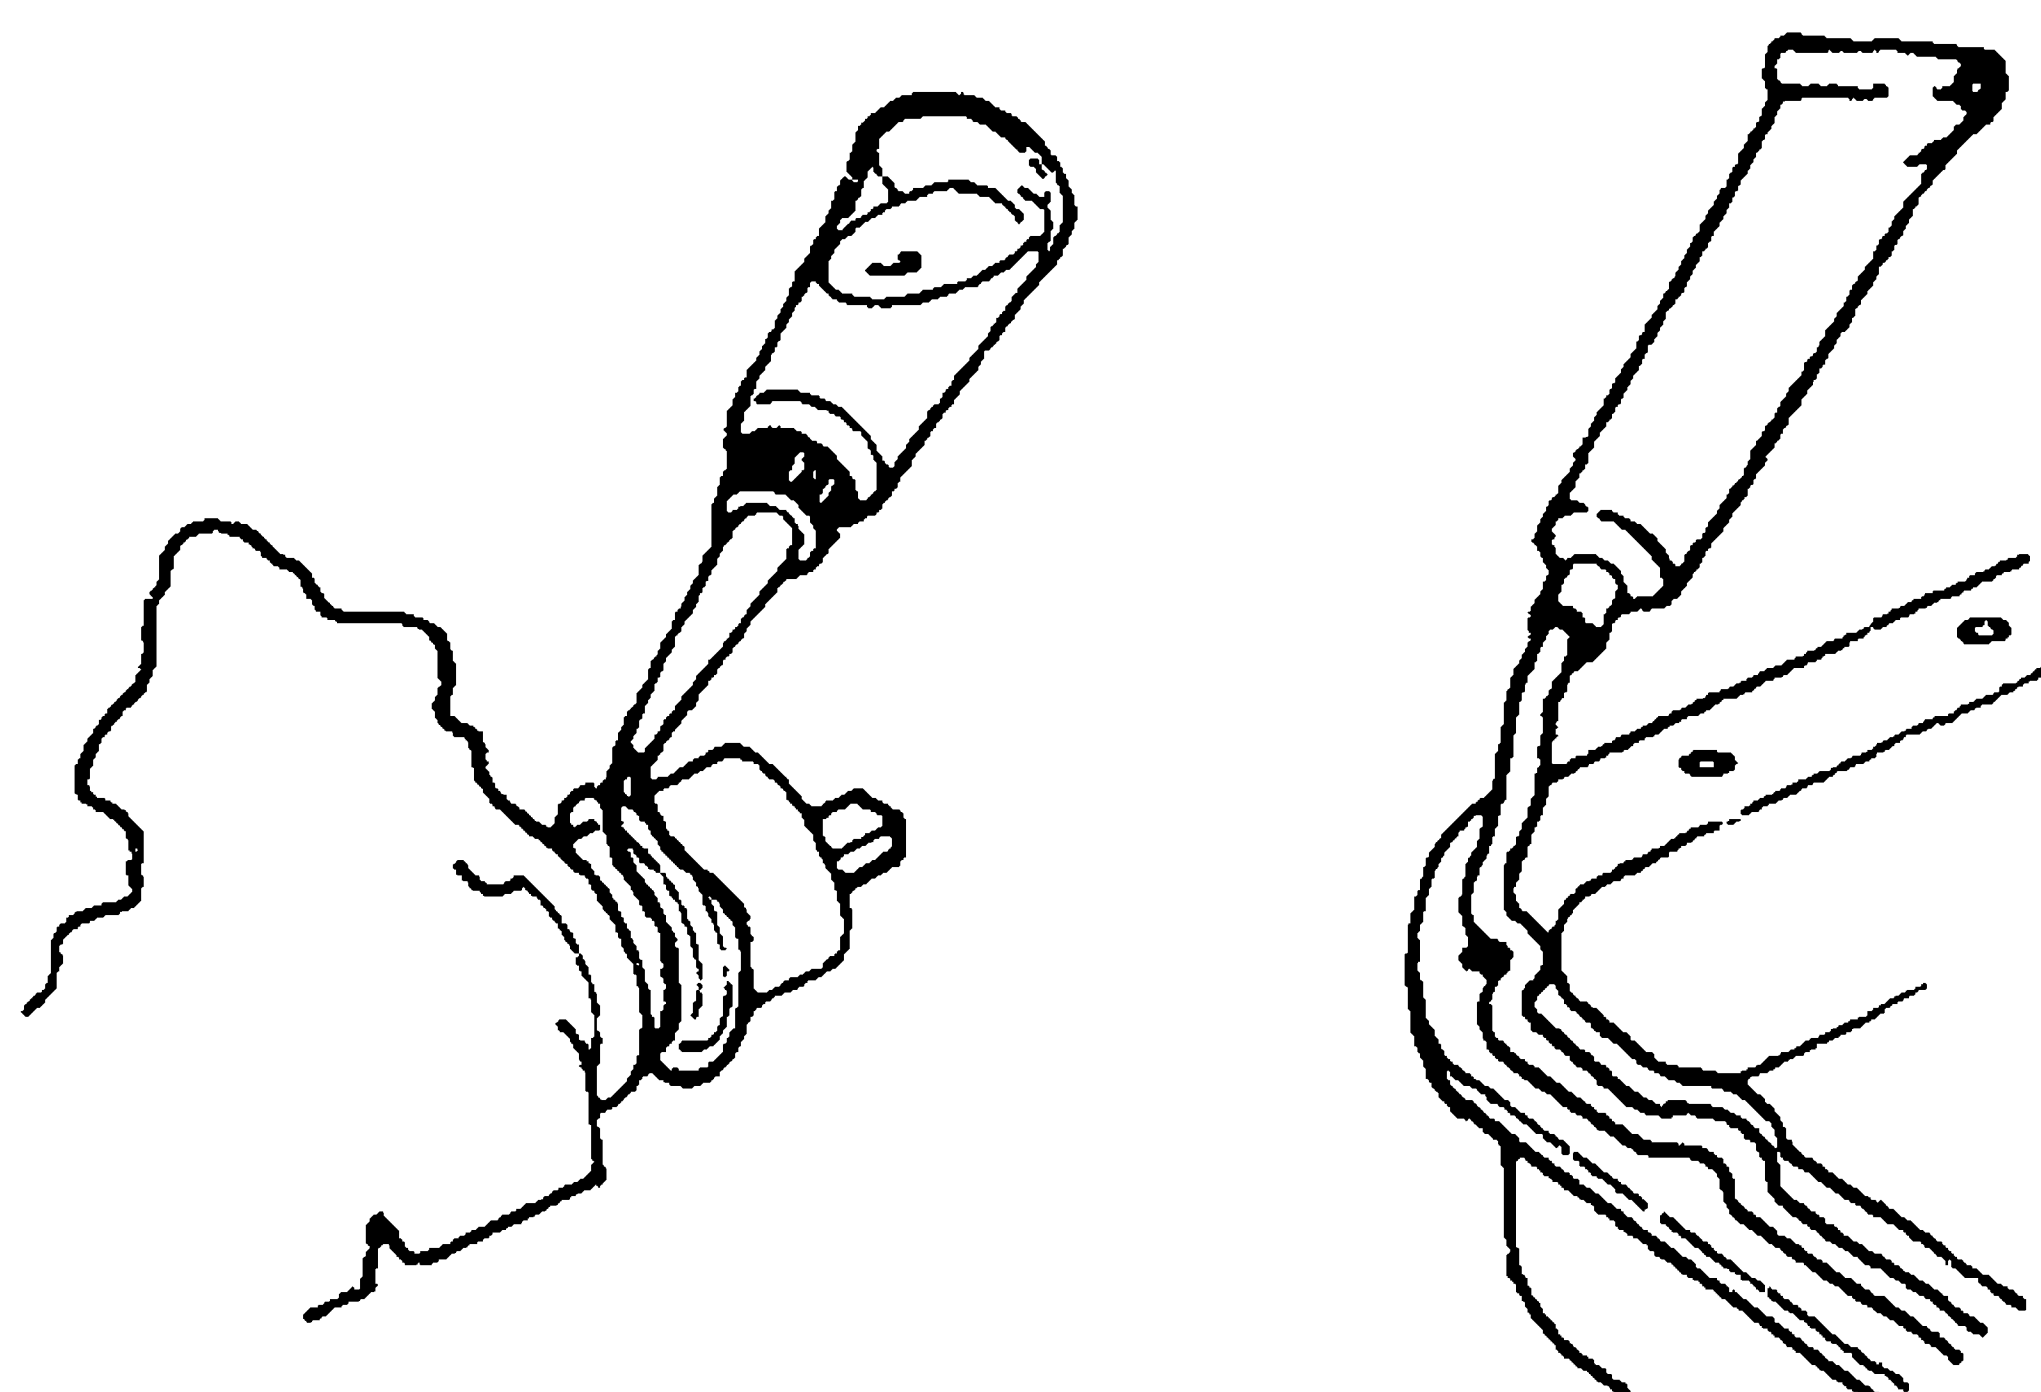
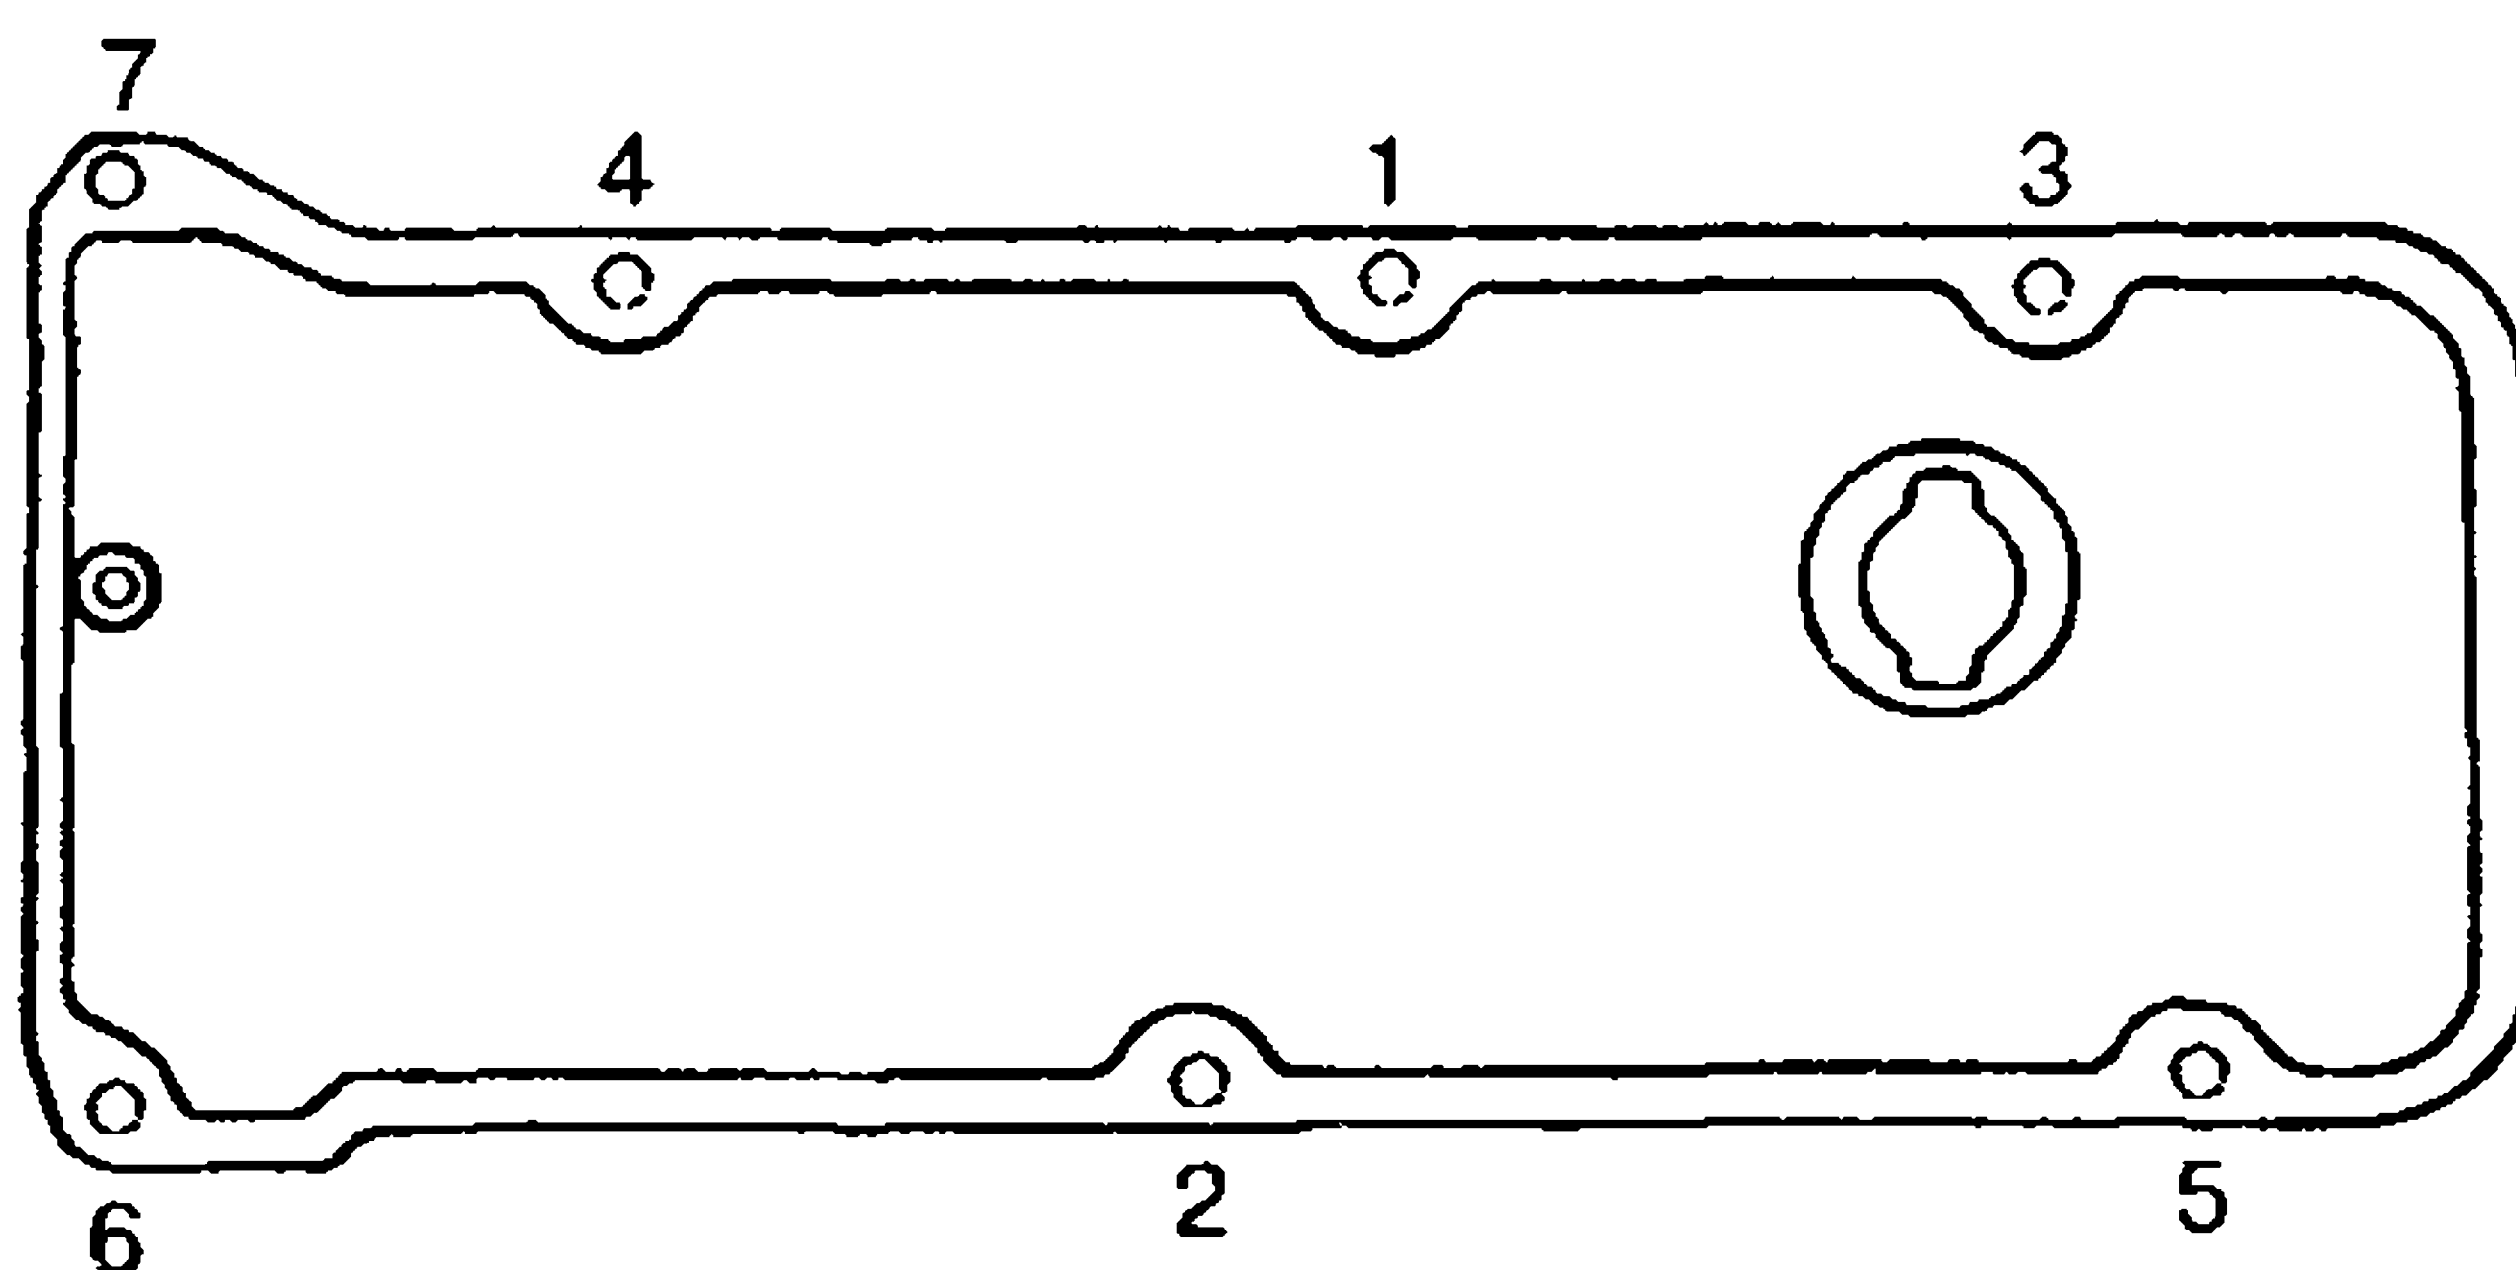

Рис. 71. Нанесение герметика на вал и на картер или крышку
Рис. 72. Последовательность затяжки гаек крышки головки цилиндров
2. Установить крышку головки цилиндров на новую прокладку. Кромку головки блока и фланец крышки промазать герметиком (рис. 71). Затянуть гайки в рекомендованной последовательности (рис. 72) с моментом не более
1. Уложить прокладку в паз крышки головки цилиндров по всему периметру. Установить крышку на головку цилиндров, надеть резиновые втулки на шпильки и наживить гайки с шайбами. Если втулки имеют следы разрушения, то заменить их новыми. Гайки затягивать в рекомендованной последовательности (см. рис. 72), равномерно, в несколько приемов до упора шайбы в шпильку. Помните, что герметичность крышки зависит от тщательности выполнения всех операций по установке.